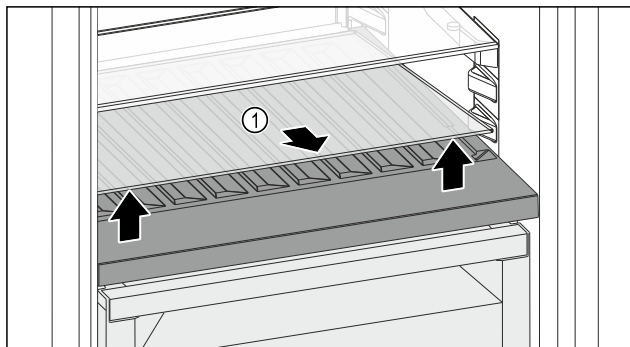

Fig. 89
- Sollevare il ripiano di vetro Fig. 89 (1) dall'incavo anteriore e rimuoverlo.
- Conservare il ripiano di vetro Fig. 89 (1) fuori dall'apparecchio in un luogo sicuro.